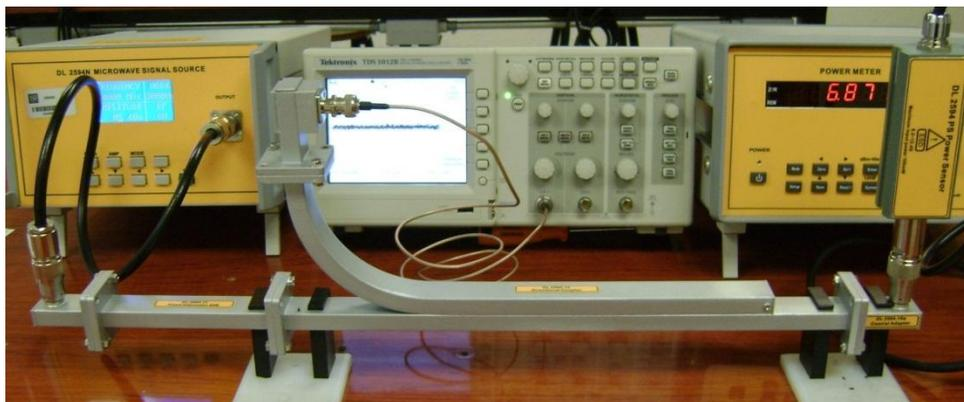

Figura 4.5 Vista del acoplador direccional invertido.
11. Quite las bases del arreglo de guía de onda, una vez que se encuentra el arreglo sobre la mesa, remover la guía de acoplamiento direccional e inviértala como muestra en la figura 4.5.
14. Anote sus comentarios referidos a la figura 4.5.